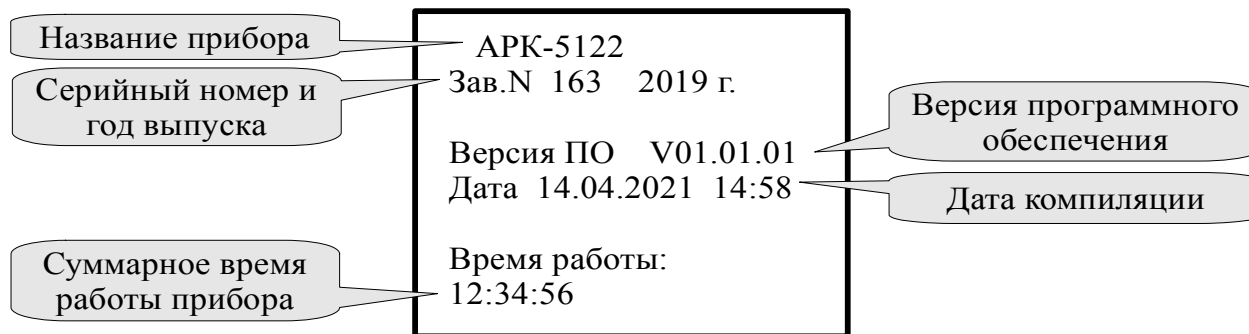

Рисунок 24 - Просмотр сведений о приборе
**3.3.8.1** В этом меню (Рисунок 24) можно просмотреть название прибора, серийный номер и год выпуска, версию программного обеспечения, установленного в данном анализаторе.